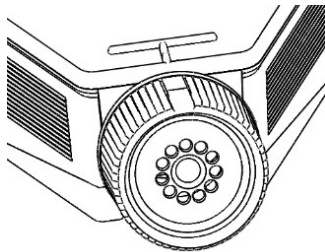

Bild 1: Filter-Schraubkappe vollständig geschlossen.
- Verschiessen Sie die Filter-Schraubkappe mit Belüftungslöcher (Bild 1). Durch die integrierte hydrophobe 0,22 µm Membran findet ein kontinuierlicher Gasaustausch statt. Wenn die Membran nass wird, ist der Gasaustausch für einen kurzen Zeitraum auf ein Minimum reduziert.